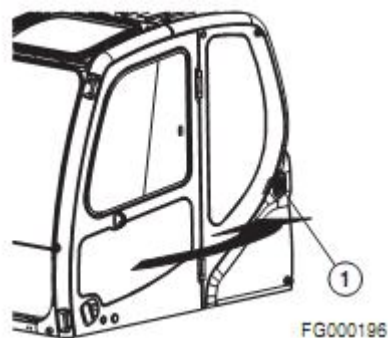

Рисунок 143
1. Дверная боковая задвижка (1, рисунок 143) предназначена для фиксации двери к боковой стенке кабины, когда дверь открыта.